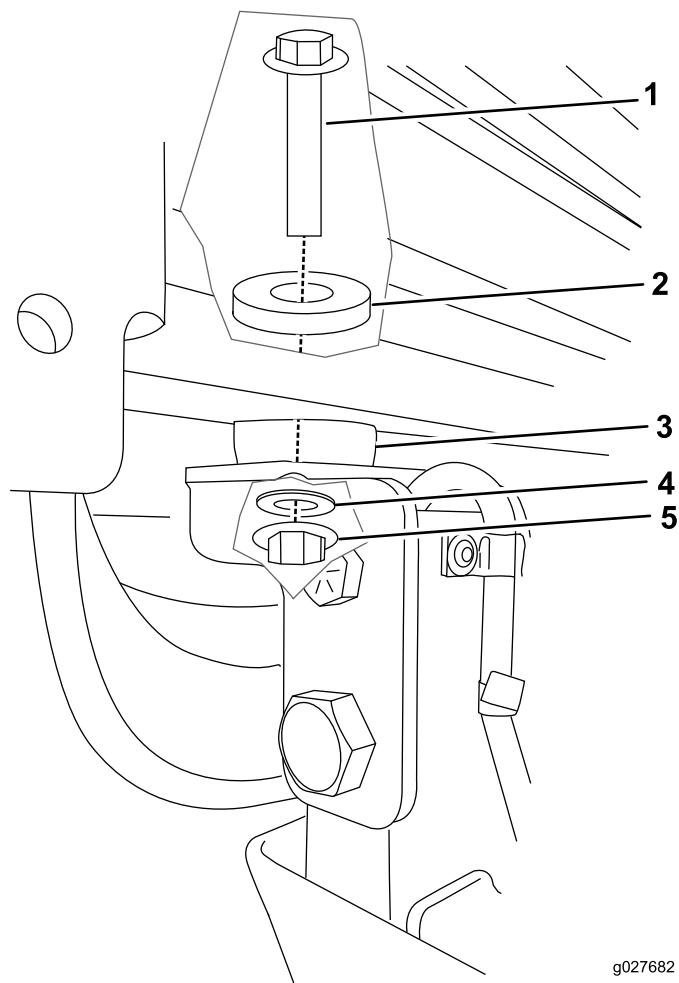

Figura 66
7. En cada punto de montaje, sujete la cabina a la máquina con un perno ($\frac{1}{2}$ " x 3"), una arandela de acero, una arandela de goma y una tuerca ($\frac{1}{2}$ ") (Figura 66).